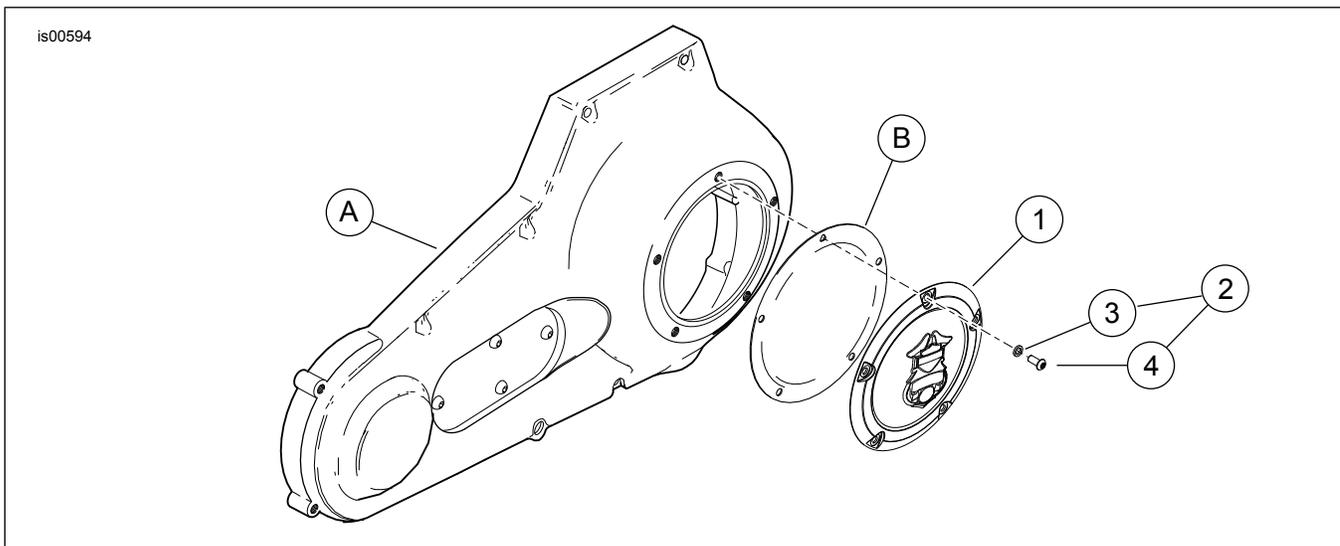

Abbildung 2. Billet-Kupplungsinspektionsdeckel, verchromt
Siehe Abbildung 2 und Tabelle 1.
- b. Siehe Abbildung 2. Eine Unterlegscheibe (3) auf das Gewinde einer der **neuen** Schrauben (4) aufstecken. Das Gewinde der Schraube in das obere Loch im Kupplungsinspektionsdeckel einführen und die Schraube behutsam durch das dreieckige Loch in der Dichtung hindurchdrehen. Die Schraube nicht gewaltsam durch das Loch zwingen!